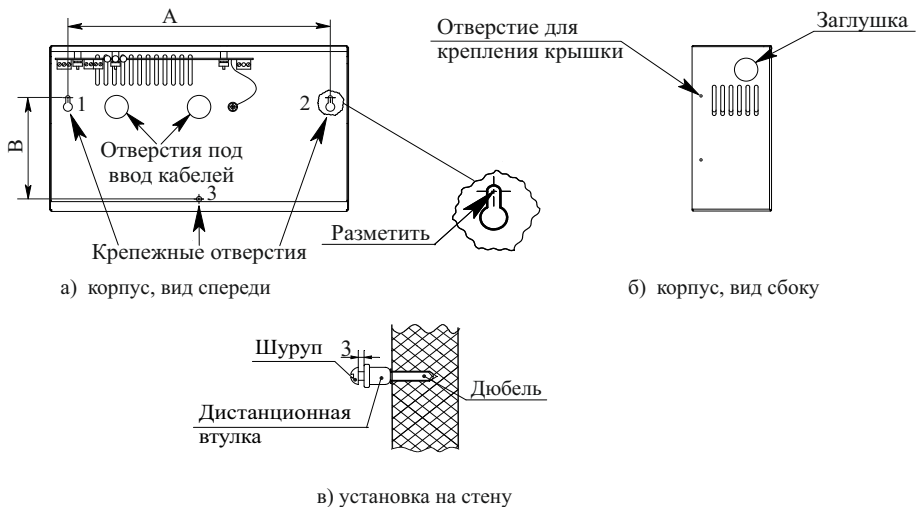

Рисунок 1
а) разметить в месте установки точки крепления через крепежные отверстия в корпусе источника (рисунок 1, а). Размеры, указанные на рисунке 1, а:
б) просверлить три отверстия Ø 6 мм (под шуруп 4 × 40, 4 × 45), или Ø 8 мм (под шуруп 6 × 40) (рисунок 1, а) и вставить в них дюбели, установить дистанционные втулки и ввернуть шурупы (рисунок 1, в) через крепежные отверстия 1 и 2;
- через отверстия находящиеся на задней стенке корпуса (рисунок 1, а);
- через отверстие находящееся на боковой стенке корпуса, предварительно выдавив заглушку подходящим под диаметр заглушки инструментом (рисунок 1, б). При необходимости возможна установка проходного изолятора проводов (в комплектность не входит);
г) повесить источник на шурупы в крепежных отверстиях 1 и 2 (рисунок 1, а). Ввернуть шуруп через дистанционную втулку в крепежное отверстие 3 (рисунок 1, в). Зафиксировать корпус, закрутив шурупы до упора;
д) при необходимости, крышку корпуса закрепить саморезами, входящими в комплектность, через отверстия, находящиеся на боковых стенках корпуса (рисунок 1, б).